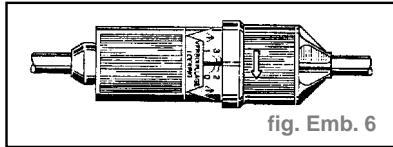

fig. Emb. 6
- Cette position correspond au déverrouillage du câble. Celui-ci coulisse librement. Le rattrapage de jeu s'effectue automatiquement. Rotation d'1/4 de tour du boîtier (1) par rapport au couvercle (2) pour obtenir la position verrouillage. (fig. Emb. 6)